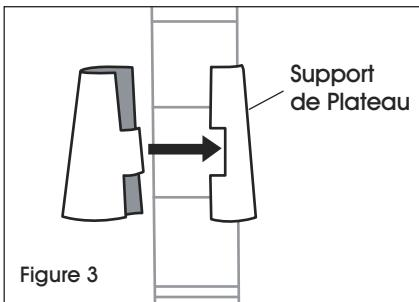

Figure 3
1. Commencez par le plateau le plus bas. Enclenchez les pièces emboîtables d'un support de plateau (extrémité la plus large vers le bas) autour du montant, au niveau de la rainure la plus basse où le plateau doit être installé. Faites glisser le support vers le haut ou vers le bas jusqu'à ce qu'il s'enclenche sur la rainure. Ajoutez un support de plateau au même emplacement sur les montants restants. (Voir Figure 3)